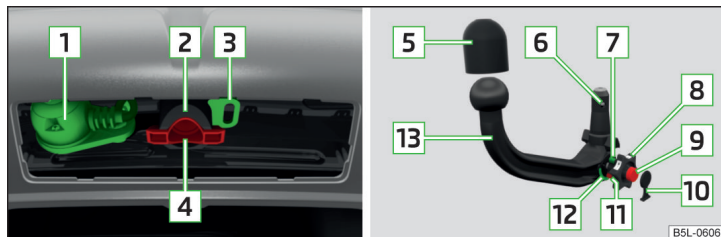

Fig. 139 Soporte del dispositivo de remolque/barra de cabeza esférica
Soporte del dispositivo de remolque y barra de cabeza esférica » fig. 139
- Extraiga la caperuza protectora de la cavidad de alojamiento [4] » fig. 139 de la página 162 hacia abajo.
- Coloque la caperuza protectora para la cavidad de alojamiento **[4]** » fig. 139 de la página 162 » **[1]**.